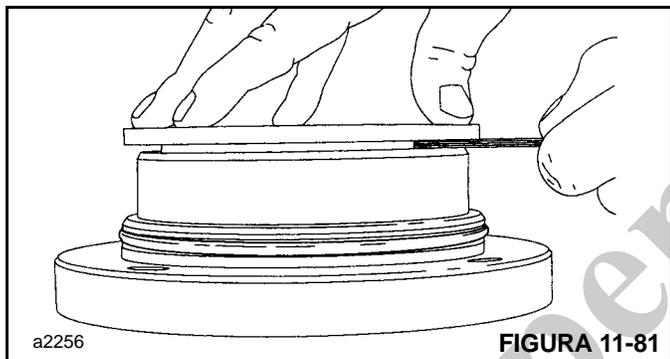

FIGURA 11-81
4. Para verificar a altura de empilhamento do freio, coloque uma placa de pressão sobre o espaçador do freio. Pressione firmemente com a mão a placa de pressão para baixo e meça a folga em três lugares entre o suporte do motor e a placa de pressão (Figura 11-81). A folga média medida deve ser 4 mm (0.153 pol.) no máximo e 2 mm (0.078 pol.) no mínimo. Se a folga exceder o limite máximo, há muitos discos de freio na pilha ou os discos estão distorcidos. Se a folga for inferior à mínima, há poucos discos na pilha ou os discos estão desgastados. Se a altura da pilha estiver correta, remova a placa de pressão e continue com a montagem.